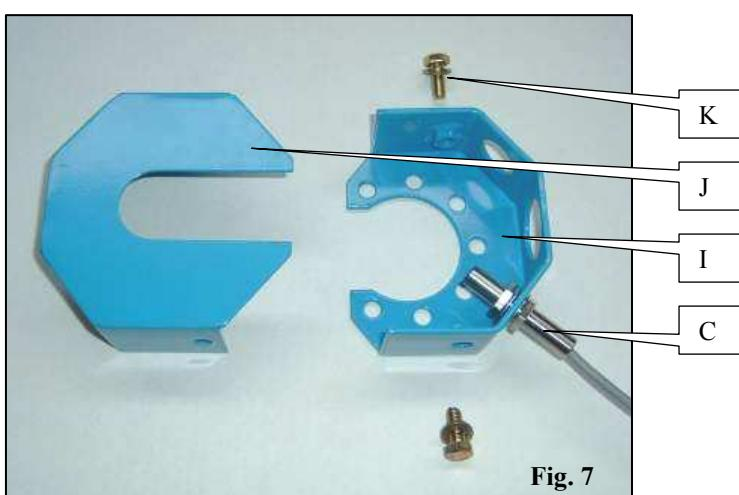

Fig. 7
Sur NX, positionner le capteur C sur son support I (fig. 7) et fixer le couvercle de boîte J à l'aide des 2 vis K.
-**On NX seeders**, position sensor C on its mounting I (fig. 7) and mount unit cover J using the 2 screws K.
Bei NX-Sämaschinen: Positionieren Sie den Sensor C auf seiner Halterung I (Abb. 7) und befestigen Sie mit Hilfe der beiden Schrauben K den Gehäusedeckel J.
- **Op de NX:** plaatst u de sensor C op de steun I (fig. 7) en bevestigt het deksel van kast J met behulp van 2 schroeven K.
En NX: situar el captador C en su soporte I (fig. 7) y fijar la tapa de la caja J con los dos tornillos K.
Nel modello NX: posizionare il sensore C sul suo supporto I (fig. 7) e fissare il coperchio della scatola J con le 2 viti K.